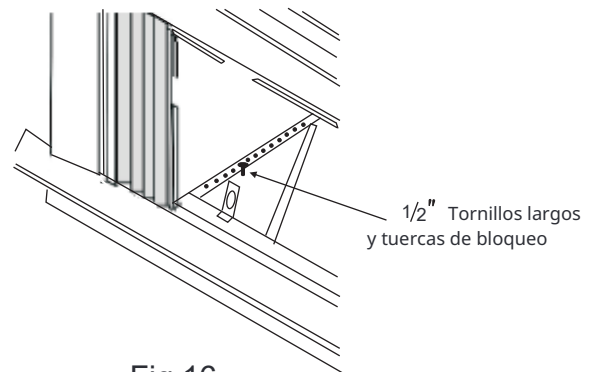

Fig. 16
- Instale los soportes de soporte (con soportes de ángulo de alféizar adjuntos) en el agujero correcto en la parte inferior del gabinete como se muestra en la Fig. 16. 4. Apriete los 6 pernos con seguridad.